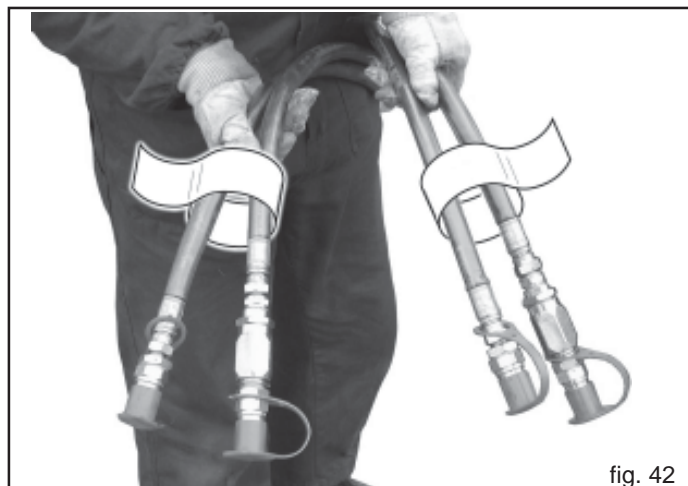

fig. 42
- 4) Conecte correctamente los tubos hidráulicos a los distribuidores del tractor, siguiendo las indicaciones presentes en cada tubo (Fig. 42).